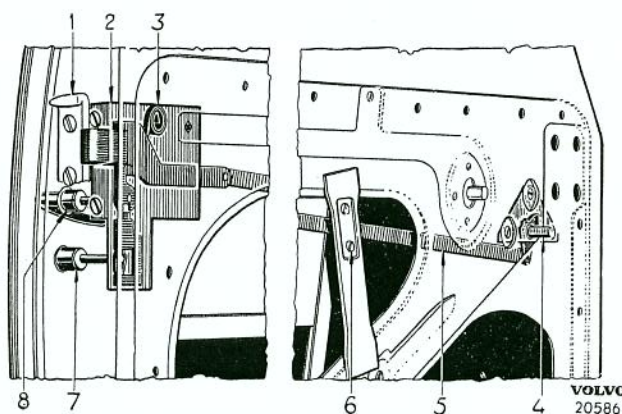

Bild 21. Dörrlås.
5. Lossa skruvarna vilka hålla fast låset (2, bild 21), styrningen (6) för länkstången (5) samt avståndskontrollen (4). Lyft ut dörrlåset nedåt.